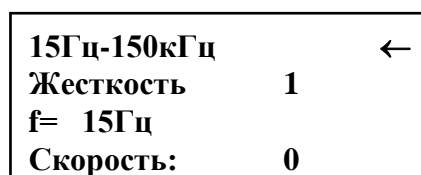

Рис.6
7.7. При выборе режима «**15Гц – 150кГц**» на дисплее появляется меню (см. **рис.6**), в котором можно задать степень жёсткости испытаний (1 – 5), частоту выходного напряжения и режим сканирования по частоте. В третьей строке дисплея индицируется частота испытательного напряжения. В четвёртой строке задается скорость сканирования по частоте. Значение «0» скорости соответствует ручному режиму выбора частоты при помощи кнопок «+» или «-». При этом воздействие на выбранной частоте происходит в течение одной минуты, после чего генерация прекращается. Во время генерации есть возможность изменять частоту воздействия при помощи кнопок «+» и «-». Испытательное воздействие может быть прервано в любой момент повторным нажатием на кнопку «ПУСК/СТОП».